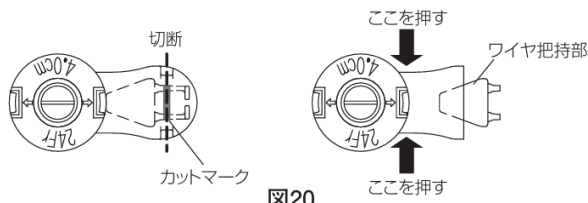

図20
3. ボタンの体外固定部のカットマークをハサミで切断し、ワイヤ把持部の根元を押してワイヤ把持部を押し出す。(図 20)